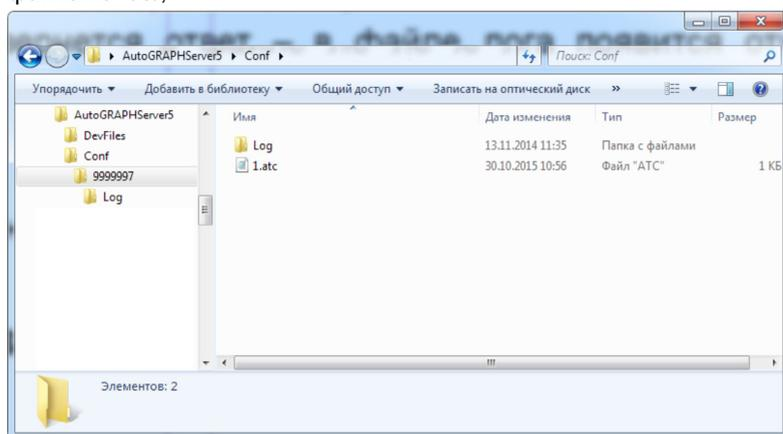

Рис.47. Структура папки \Conf.
- далее перейти в папку бортового контроллера АвтоГРАФ, к которому подключен дисплей. Папка названа по серийному номеру контроллера (Рис.47).